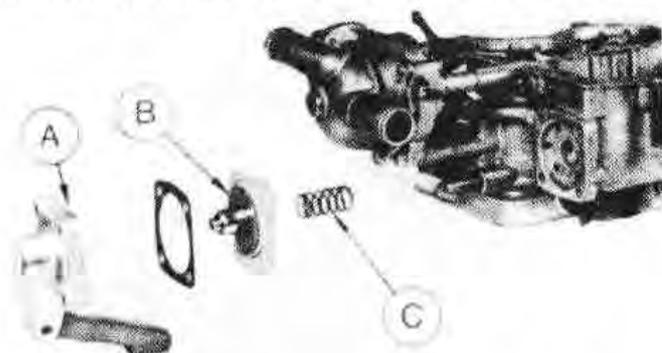

Рис.3.59. Корпус ускорительного насоса (А), диафрагма (В) и возвратная пружина (С) (Разд.26)
14. При сборке, установите на место диафрагму ускорительного насоса (Рис.3.59).